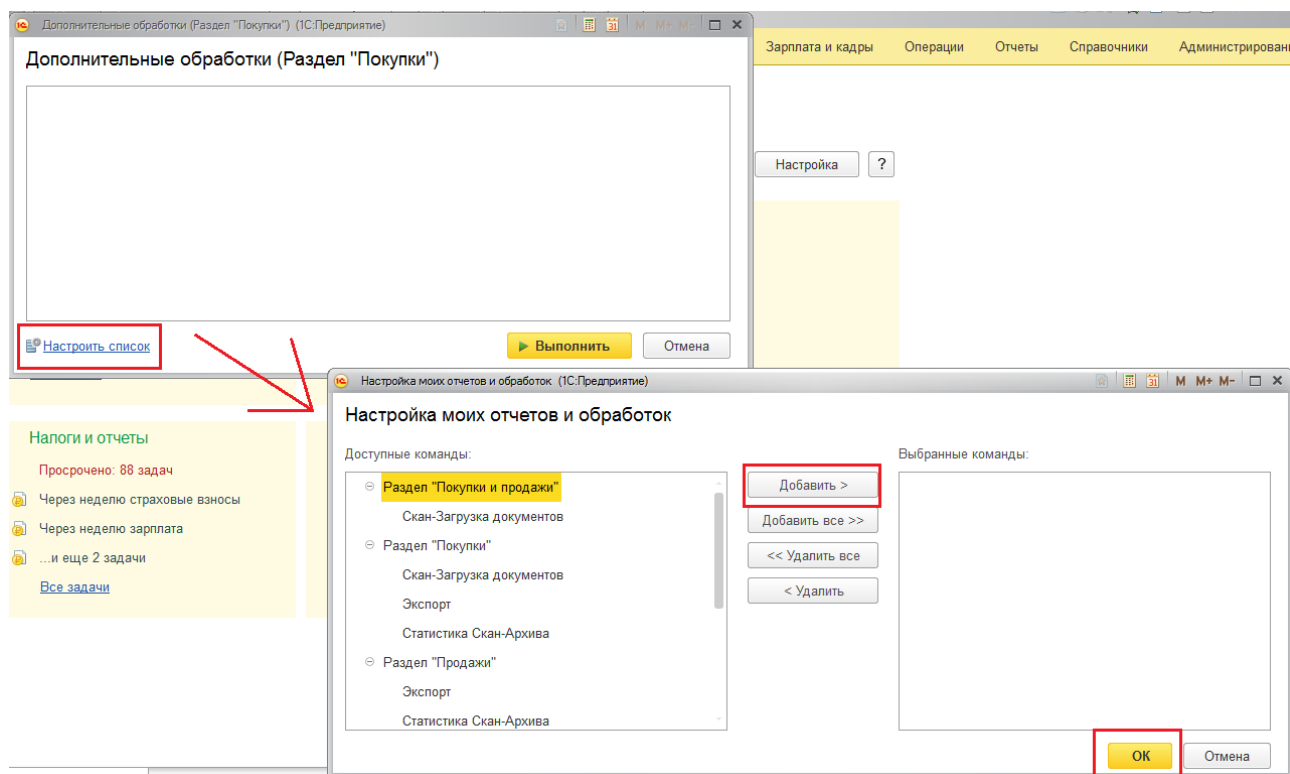

Рис. 9
3. Откроется список дополнительных обработок, доступных данному пользователю в данном разделе. Нажмите ссылку «Настроить список» и добавьте (кнопкой «Добавить») обработку «Скан-Загрузка документов» в список «Выбранные команды». Нажмите «ОК» (Рис. 9).